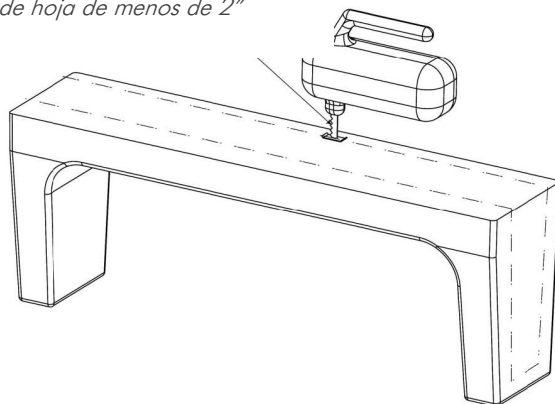

Figura 5
- Corte el CleanCut Ultra-Low para que se ajuste a la abertura de la tina recortada con una sierra caladora (Figura 5). Sujete las tiras de velcro en ambos lados de la sierra caladora para evitar dejar marcas no